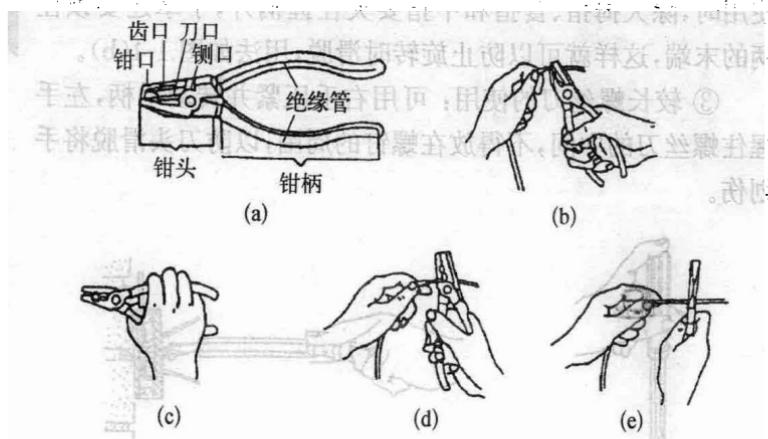

图 1-6 电工钢丝钳的结构及用途
① 能夹持较小螺钉、垫圈、导线等元件施工。
② 带刃口的尖嘴钳能剪断细小金属丝。
③ 在装接电气控制线路板时，尖嘴钳能将单股导线弯成一定圆弧的接线鼻。
(2) 钢丝钳 电工用钢丝钳为绝缘手柄，常用外形如图1-6。
口、齿口、刀口和铡口四部分组成。钳口用来弯绞或钳夹导线线头；齿口用来紧固或起松螺母；刀口用来剪切导线或剖削软导线绝缘层；铡口用来铡切电线线芯、钢丝或铁丝等较硬金属。其结构及用途如图 1-6。